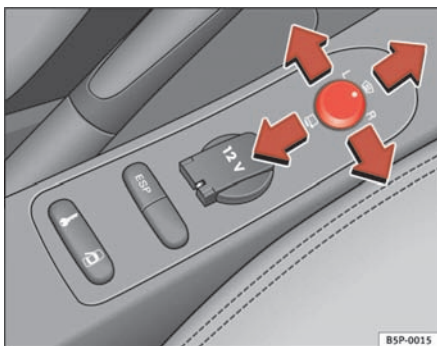

Fig. 91 Betjening af sidespejle
1. Drej knappen ⇒ fig. 91 til position **L (venstre sidespejl)**.
- Drej knappen frem til den midterste position ⇒ fig. 91 ①, så de elopvarmede sidespejle og elopvarmning af forruden* i viskernes hvilepositionsområde bliver aktiveret ⇒ side 121.
- Drej knappen ⇒ fig. 91 til position ☞ for at klappe sidespejlene ind. Klap altid sidespejlene ind, når du kører bilen ind i et automatisk vaskeanlæg, så du undgår beskadigelse.